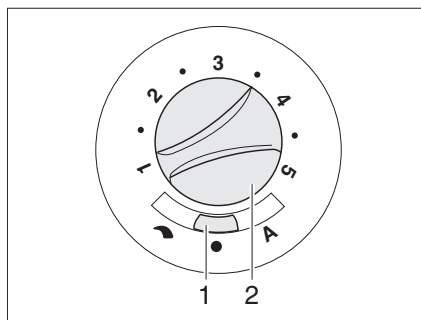

Fig. 110 Commutateur de commande du ventilateur à air pulsé (12 V)
- Régler l'interrupteur à curseur (Fig. 110,1) sur " " (réglage manuel) ou "A" (mode automatique).
- Si l'interrupteur à curseur est réglé sur (Fig. 110,1) " " (réglage manuel) : Régler la puissance désirée du ventilateur à air pulsé à l'aide du bouton de commande (Fig. 110,2).
- Régler l'interrupteur à curseur (Fig. 110,1) sur "●" (arrêt). Lorsque le chauffage est en marche, cet interrupteur est à l'arrêt.